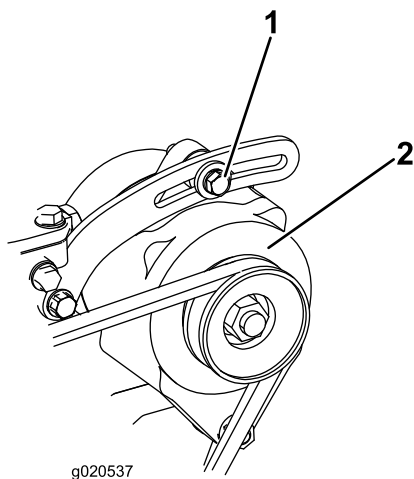

Figura 78
2. Desaperte os parafusos de montagem do alternador (Figura 78).